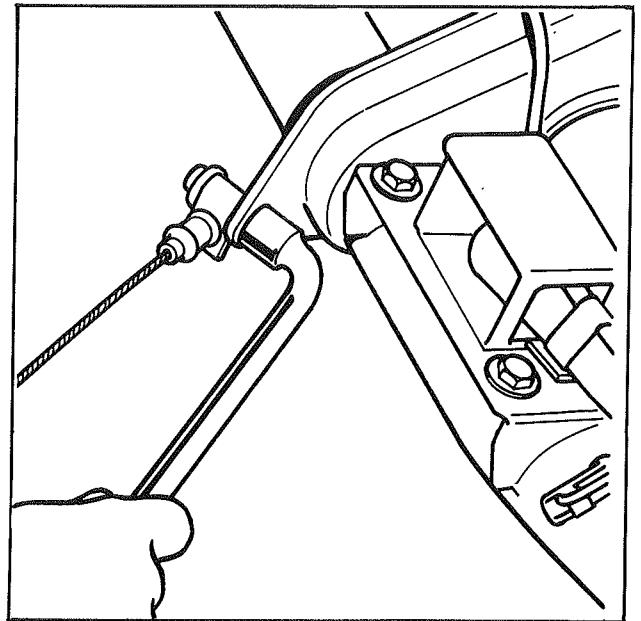

Fig. 2
- Désaccoupler les arrêts de gaine de câble de frein à main sur traverse AR (Fig. 2)